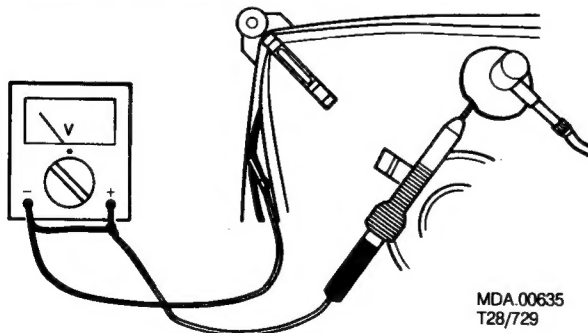

Bild 1.
2. Um die Zerstörung von IC's und Transistoren zu verhindern, müssen Hochspannungsüberschläge vermieden werden. Damit die Bildröhre nicht zerstört wird, soll die in Abbildung 1 dargestellte Methode zum Entladen der Bildröhre angewendet werden. Benutzt werden soll ein Hochspannungstastkopf und ein Vielfachmessinstrument (Position DC-Volt). Entladen, bis der Ausschlag des Messinstrumentes 0 Volt ist (nach ca. 30 s).